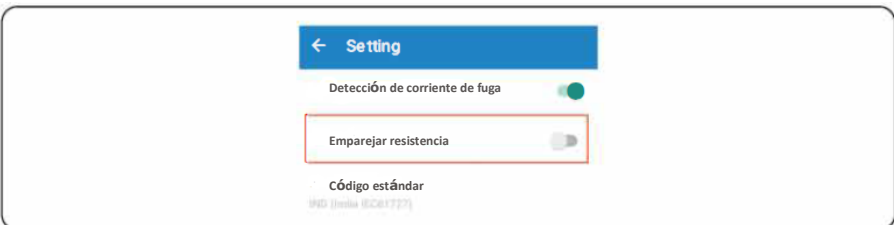

Figura 5.20 Ajuste del emparejamiento de las resistencias
**Paso 4** Puede configurar la resistencia de emparejamiento del extremo de la cadena de conexión multi-RS485, como se muestra en la Figura 5.20.